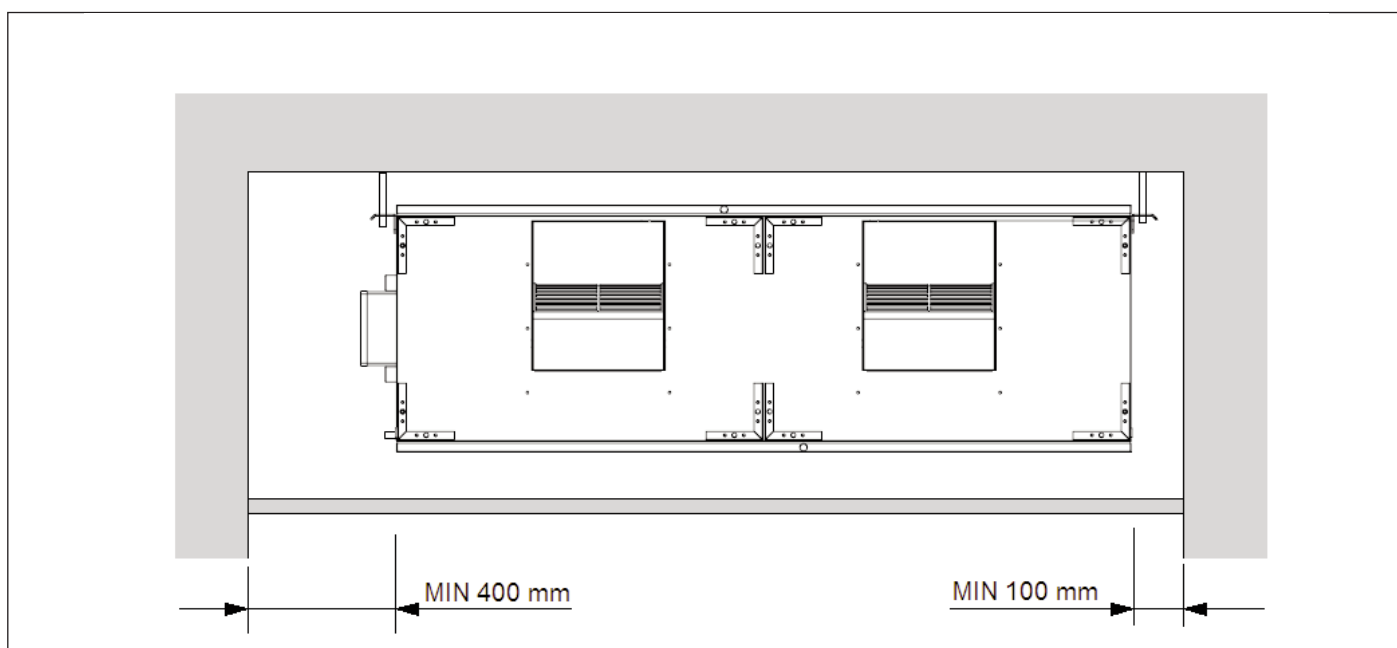

fig. 1
- Posizionare l'unità su di una struttura solida adeguata al peso della macchina; interporre sempre opportuni sistemi flessibili e smorzanti tra unità e struttura di supporto (si veda fig. 1). Evitare le connessioni rigide, fonte di trasmissione meccanica delle vibrazioni
- Place the unit over a solid support structure, suited to unit weight; always interpose proper anti-vibration devices between the unit and the supports (see fig. 1). Avoid rigid connections, they are source of mechanical transmission of vibrations